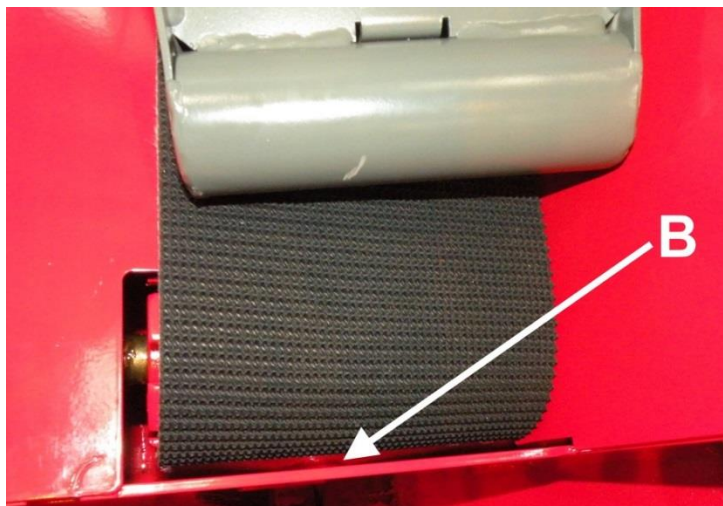
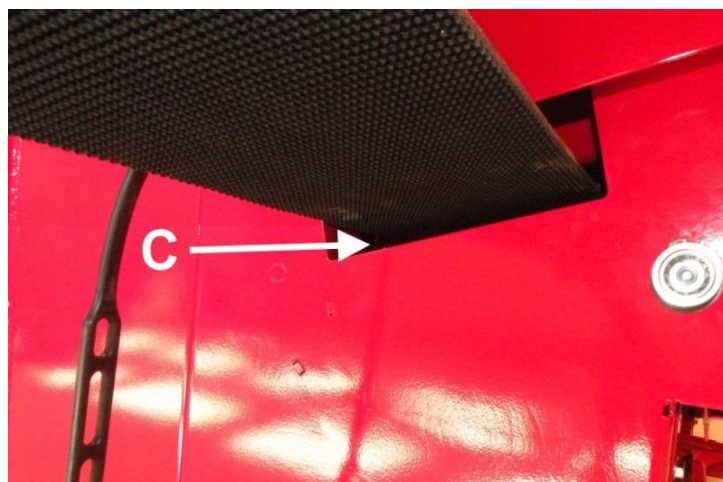

Abb. 27
Abb. 28
6. Fädeln Sie das neue Band von der Seite der Antriebsrolle des Zuführbands durch Öffnung B (Abb. 27) ein, bis Sie es am anderen Ende C (Abb. 28) hinausziehen können. Achtung. Entfernen Sie bei Bedarf auch die Schutzvorrichtung des Zuführbands laut den Anweisungen in Kapitel 4.5.